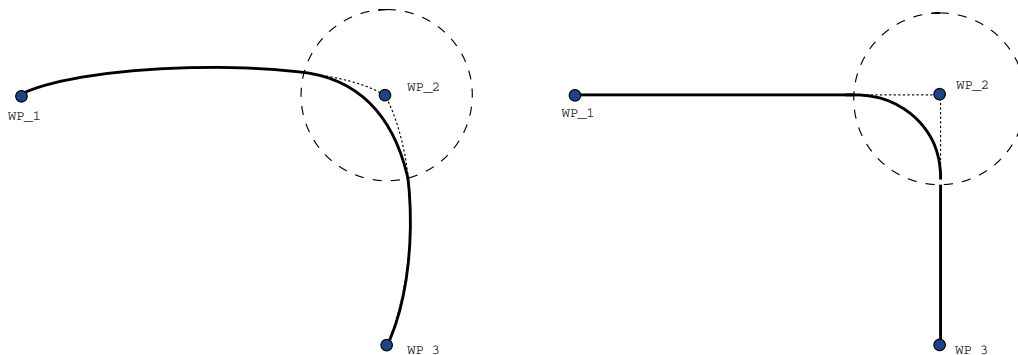

Figure 15.6: Сравнение перемещения и кругового движения в пространстве обобщенных координат (MoveJ) и в пространстве декартовых координат (MoveL).
- Круговые движения, включающие MoveJ Круговые движения MoveJ представляют собой плавное движение по дуге в зоне сочленения. Это касается круговых движений из MoveJ в MoveJ, из MoveJ в MoveL и из MoveL в MoveJ. Круговые движения обладают более плавными и быстрыми траекториями, чем перемещения без кругового движения (см. Рисунок 15.6). Если для установки профиля скорости используется скорость и ускорение, круговое движение остается в пределах радиуса кругового движения на протяжении кругового движения. Если вместо скорости и ускорения для установки профиля скорости обоих движений используется время, то траектория круговых движений повторяет траекторию исходного MoveJ. Если оба движения ограничены по времени, то круговые движения не экономят время.